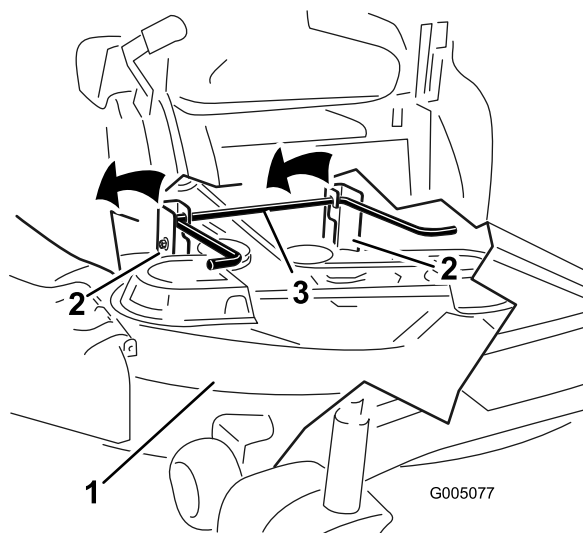

Bild 74
7. Heben Sie das Mähwerk und die Hängeprofile über die hintere Hubstange und senken Sie das Mähwerk vorsichtig auf den Boden ab (Bild 74).